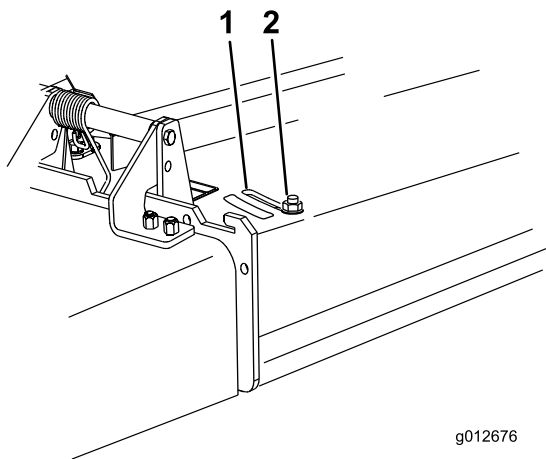

Figure 13
3. Desserrez l'écrou (Figure 13).